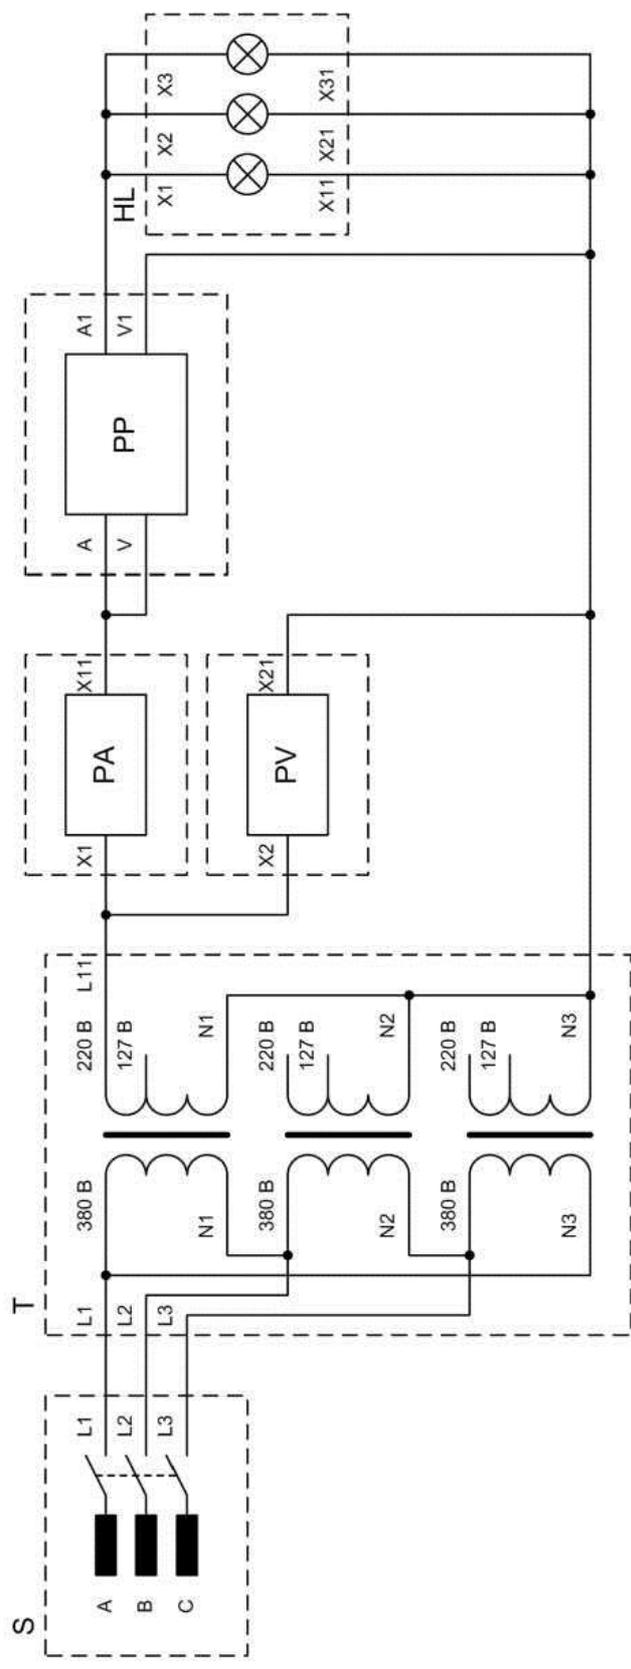

Рис. 1.1
2. Собрать схему лабораторных испытаний, представленную на рис. 1.1. Схема содержит трехфазный источник питания S (модуль трехфазной сети), подающий напряжение на трехфазную группу силовых трансформаторов Т, содержащую три однофазных трансформатора (модуль однофазных трансформаторов) имеющих схему соединения обмоток «треугольник-звезда». В качестве однофазного потребителя используется осветительная нагрузка HL (модуль осветительной нагрузки) с параллельным включением всех ламп накаливания HL1, HL2, HL3. Питание осветительной нагрузки осуществляется от фазы «А» со стороны вторичной обмотки силового трансформатора Т. В цепь питания нагрузки включены: амперметр РА, вольтметр PV, однофазный ваттметр PP.